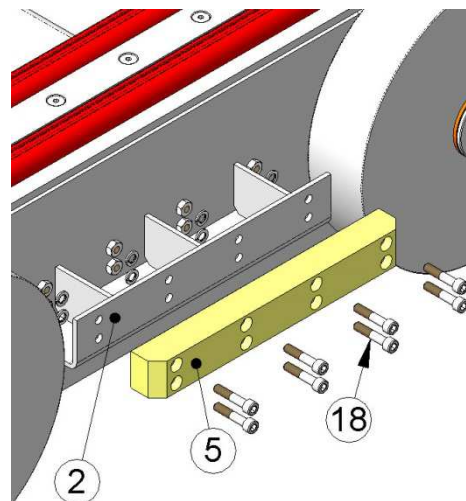

fig. 14
**Nota:** I numeri tra parentesi, si riferiscono alla fig. 14.